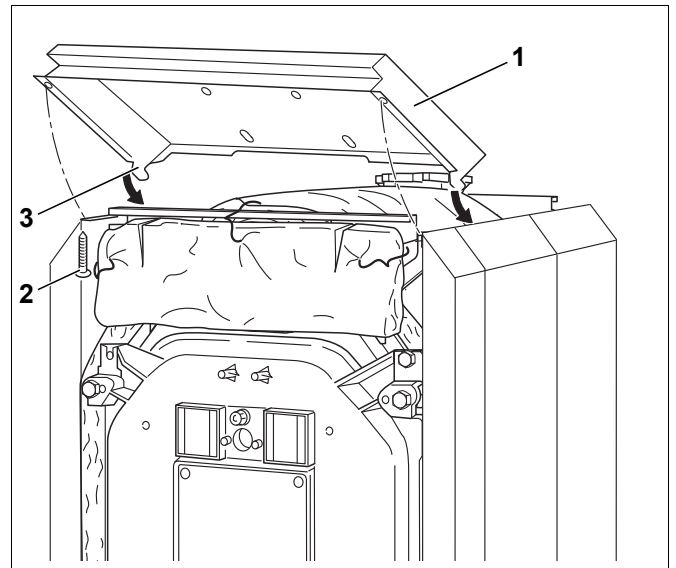

Рис. 52 Установка передней крышки
- ▶ Установите переднюю крышку (рис. 52, [1]) двумя крюками (рис. 52, [3]) в передние боковые стенки.
- ▶ Закрепите двумя саморезами (рис. 52, [2]) переднюю крышку снизу к продольным планкам.